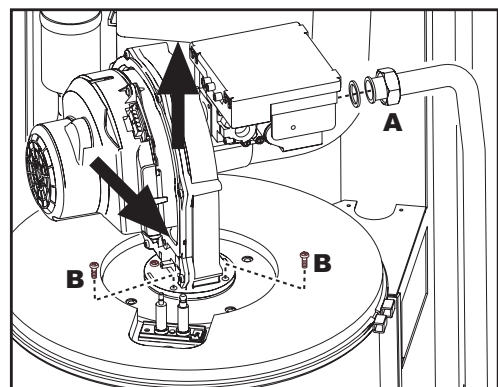
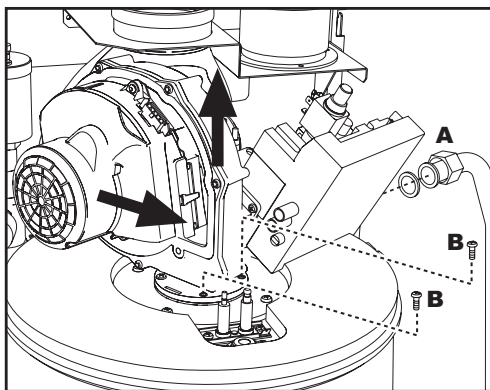

рис. 30 - Модель **ENERGY TOP W 70 - W 80**
рис. 31 - Модель ENERGY TOP W 125
4. Развинтите хомут "А" крепления газового клапана (рис. 30 и рис. 31).
5. Открутите два винта "В" и демонтируйте блок вентилятора, как указано на рис. 30 для модели **ENERGY TOP W 70 - W 80** и на рис. 31 для модели **ENERGY TOP W 125**.